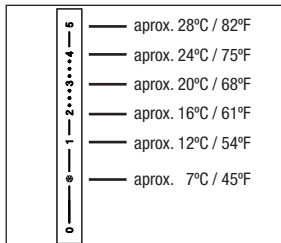

Fig. 5 Escala de temperatura del termostato "Vindo TH"
3. Mantenga en esa posición y apriete la tuerca (no utilice demasiada fuerza). Ajuste el termostato a la temperatura ambiente requerida (fig. 5).